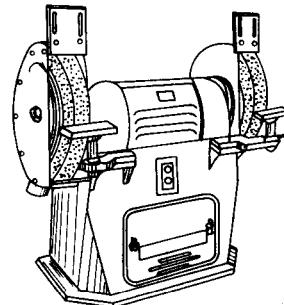

图 0-3 砂轮机
(3) 砂轮机 (图 0-3) 用来磨削钻头、錾子等刀具或其他工具, 有时也用来磨削工件或毛坯件上的飞边和毛刺。它由电动机、砂轮和机体组成。